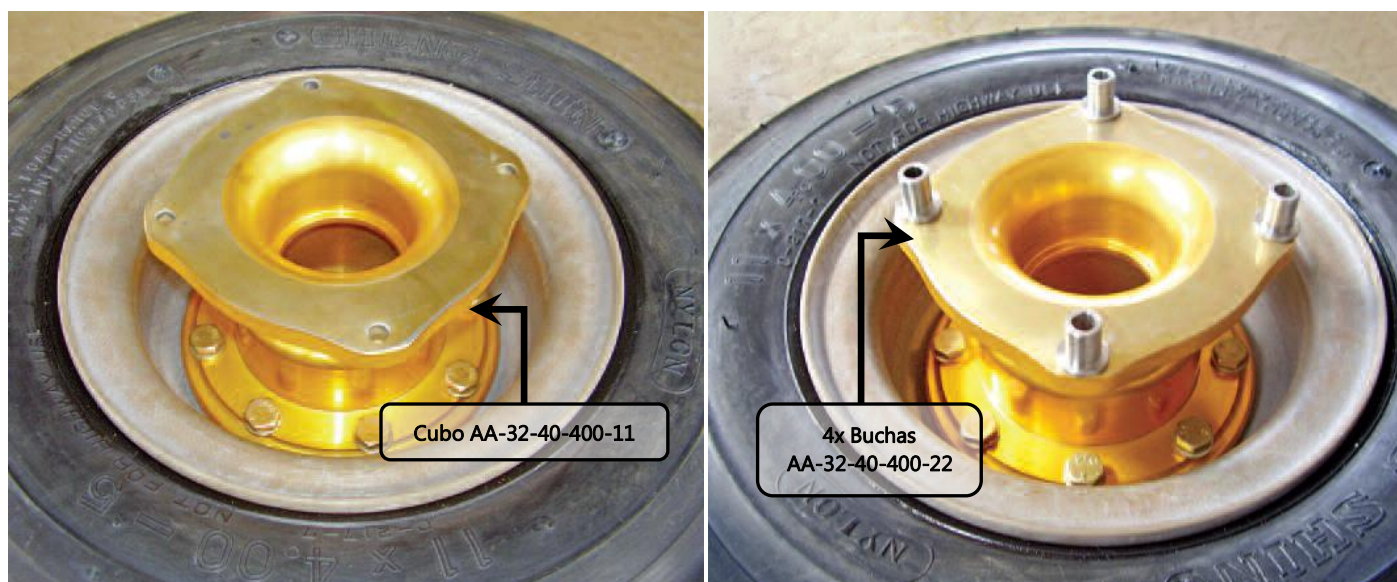
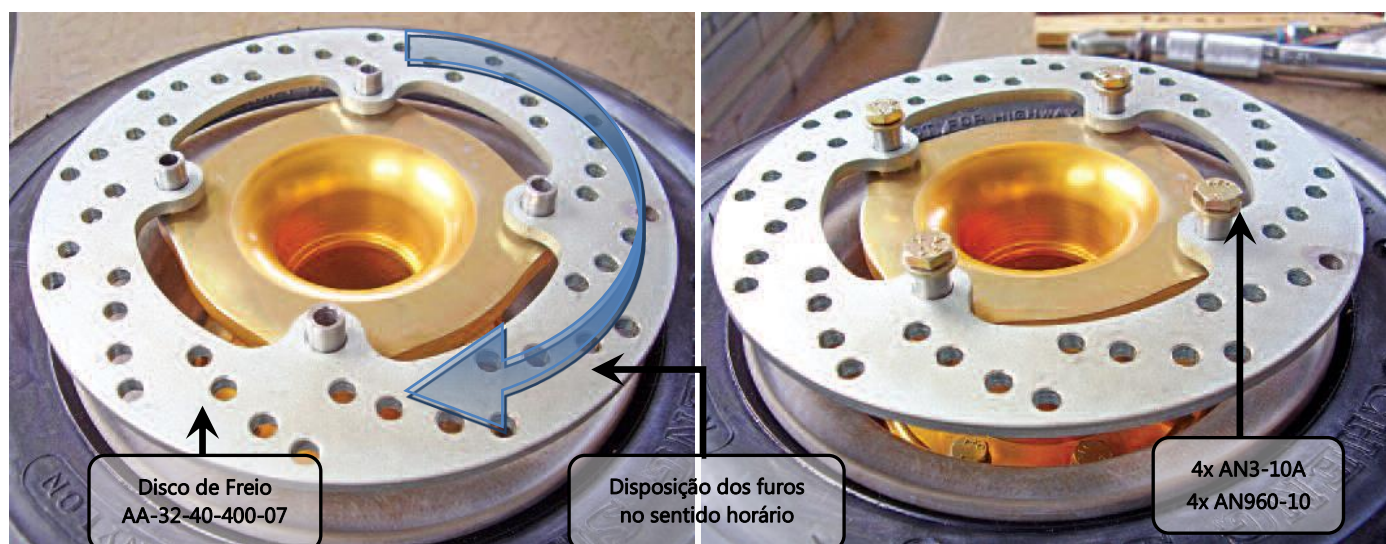
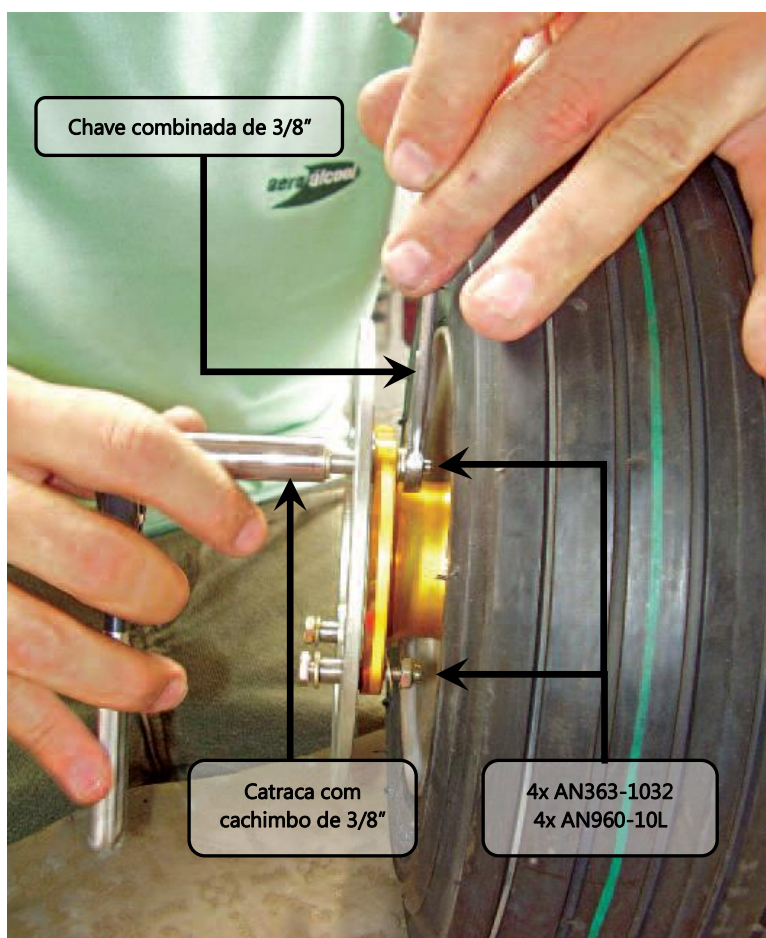

Figura 32.40.17 – Disposição das buchas AA-32-40-400-22.
Figura 32.40.18 – Encaixe do disco de freio nas buchas.
Figura 32.40.19 – Instalação dos parafusos do disco de freio.
Acrescenta-se também as peças e hardwares mostradas na figura 32.40.17 a figura 32.40.19, listadas na Tabela 32.40.1
14. Encaixar o Disco de Freio AA-32-40-400-07 nas Buchas de Alumínio AA-32-40-400-22 conforme mostrado na figura 32.40.18;
Obs.: Notar a disposição horária dos furos do disco de freio, conforme indicam as setas pretas mostradas na figura 32.40.18
15. Instalar os parafusos e demais hardwares mostrados na figura 32.40.18 e figura 32.40.19.
Obs.: Os parafusos AN3-10A devem ficar no sentido indicado na figura 32.40.18 e figura 32.40.19, de modo que as porcas AN363-1032 e arruelas AN960-10L fiquem para a parte interna do disco de freio. Apertar e torquar esses parafusos, pelas suas cabeças, de acordo com a tabela 1 na página 32.2.